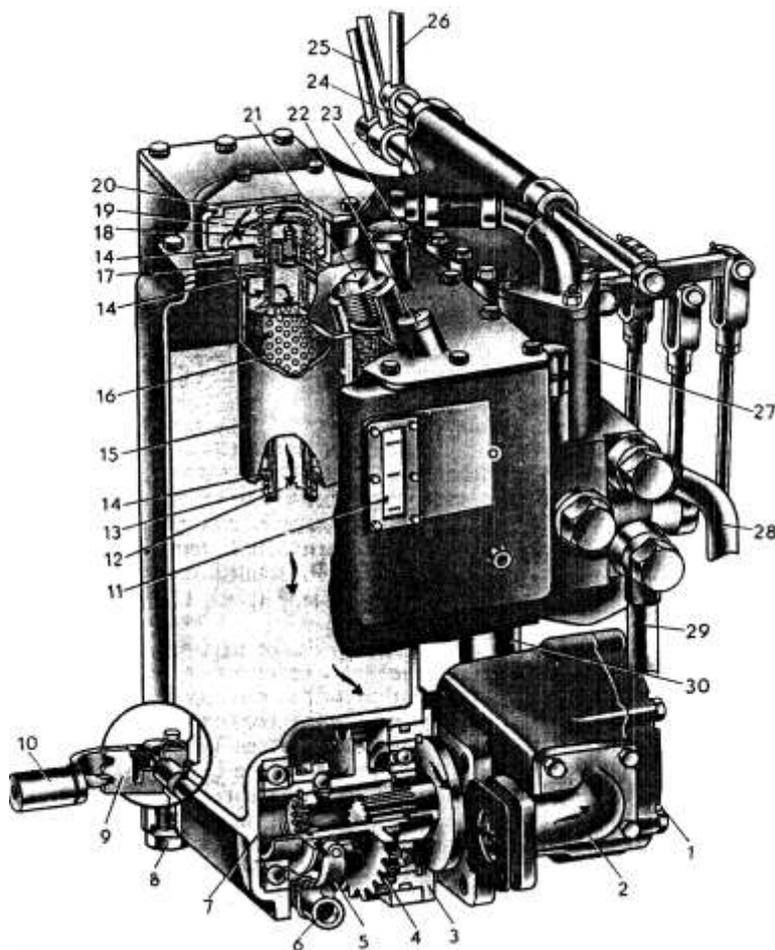

Рис. 42. Масляный бак, фильтр и гидроагрегаты трактора МТЗ-82
- удалить пыль и грязь с крышки бака **21** (рис. 42);